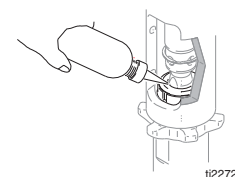

FIG. 12
3. (Fig. 12) Encha a porca de empanque com Graco TSL.